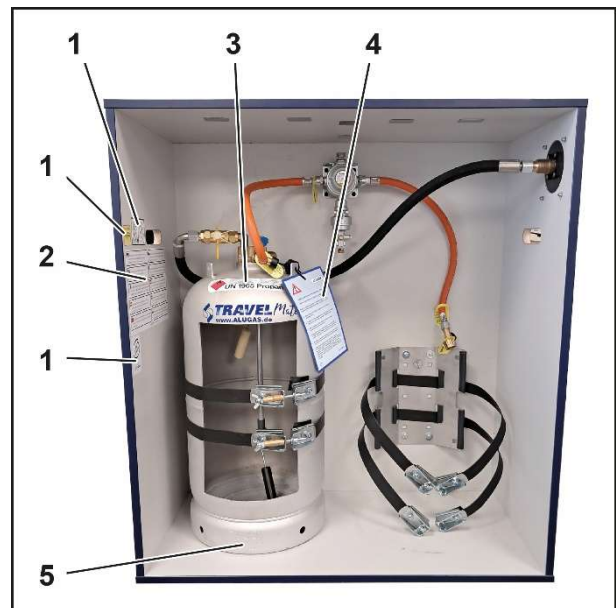

Fig. 5
1. Advarselsmærkat i gaskassen (Fig. 5/1)
2. Mærkat på flere sprog (Fig. 5/2)
3. Advarslen Forsigtig brændbar (Fig. 5/3) på trykbeholderskulder
4. Advarsel til kobling (Fig. 5/4)
5. Mærkning på fodring (Fig. 5/5).